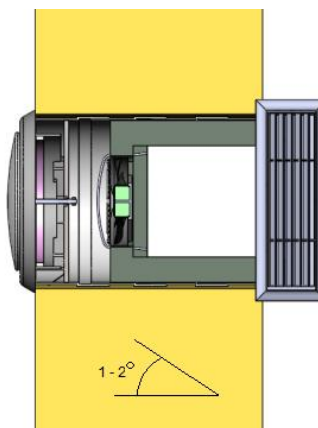

Рис.8
- При сверлении отверстий в стене **наклон наружу должен быть около 1-2%** (рис. 8)